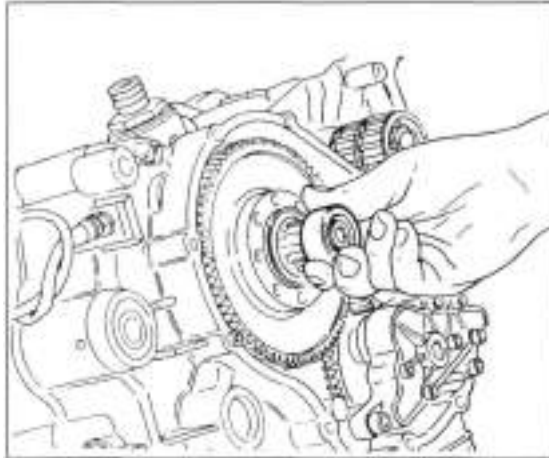

Bild 106
- Distanzstück kräftig nach aussen von Hauptwelle herunterziehen (um Widerstand des Dichtrings zu überwinden; Bild 106).